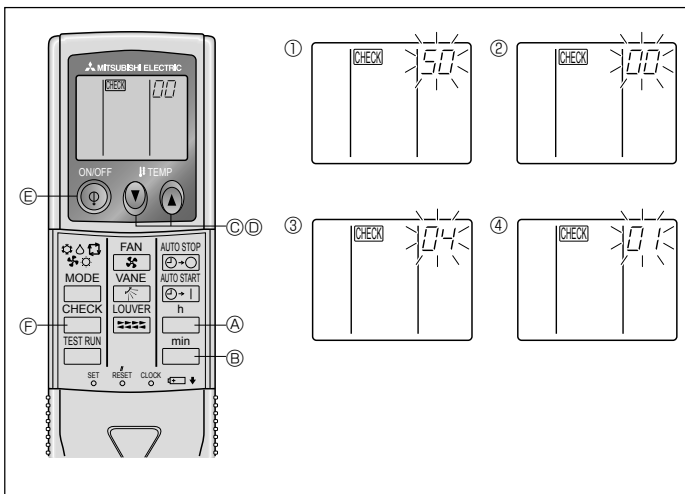

Fig. 6-10
- Πιέστε το κουμπί MODE E και ο τρόπος λειτουργίας καθώς και ο αριθμός ρύθμισης (I) και (II) θα ανάβουν συνεχώς για να μπορούν να επιβεβαιωθούν οι επιμέρους ρυθμίσεις.
2) Για το τηλεχειριστήριο (Fig. 6-10)